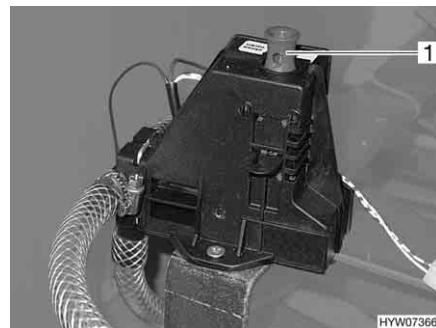

Bild 206 Sicherheits-/Ablassventil
- Sicherheits-/Ablassventil (Truma) schließen. Dazu den Zugschalter (Bild 206,1) nach oben ziehen.